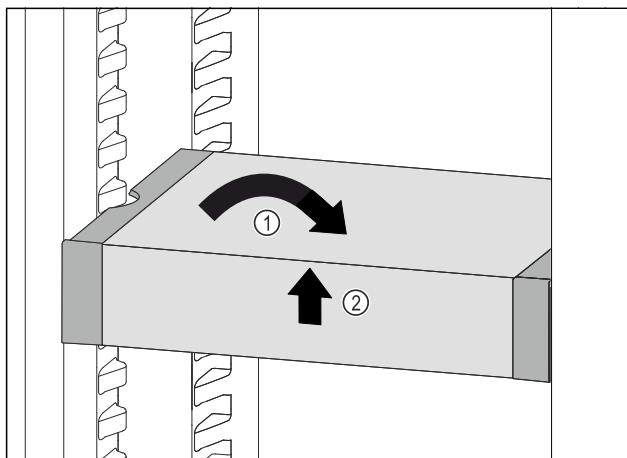

Fig. 143
- ▶ Remettre le VarioSafe droit. Fig. 143 (1)
- ▶ Soulever la partie avant du VarioSafe. Fig. 143 (2)